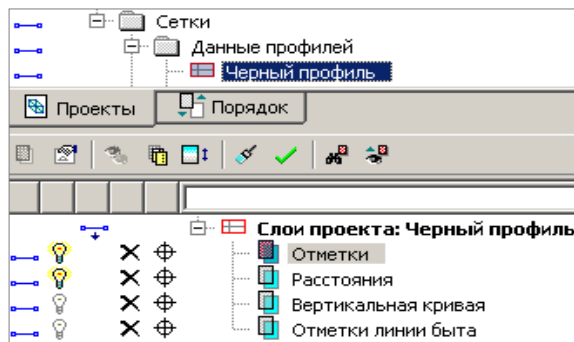

Рис. 12.2
- в сетке **Черный профиль** данные, распределённые по слоям проекта (рис. 12.2).